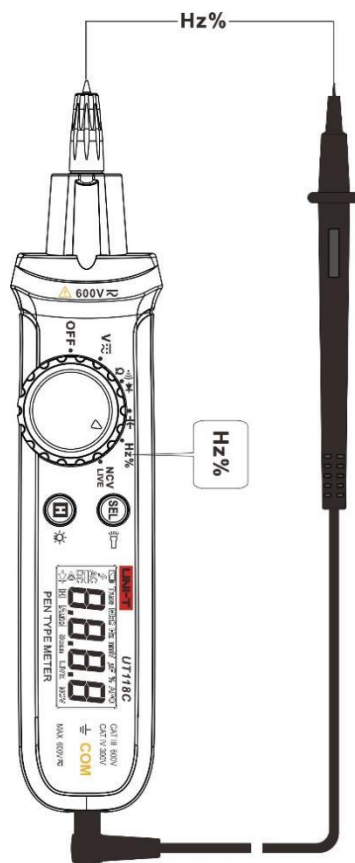

Figura 6
11.4 Medición de frecuencia/ciclo de trabajo (Figura 6)